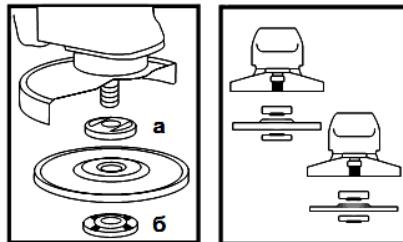

Рисунок 2
4.4 Встановіть на виріб шліфувальний або відрізний круг. Для цього натисніть на кнопку фіксації шпинделя (1) і поверніть його до такого положення, при якому він зафіксується. За допомогою вилочного ключа з комплекту виробу відверніть і зніміть затисну гайку (б) (дивіться рисунок 2). Встановіть шліфувальний диск на посадкове місце фланцевої шайби (а) (рисунок 2), наживіть рукою затисну гайку на шпиндель і затягніть її ключем з комплекту приладу.